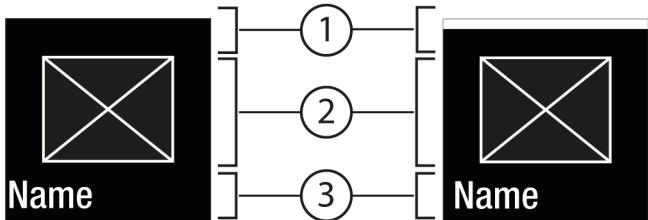
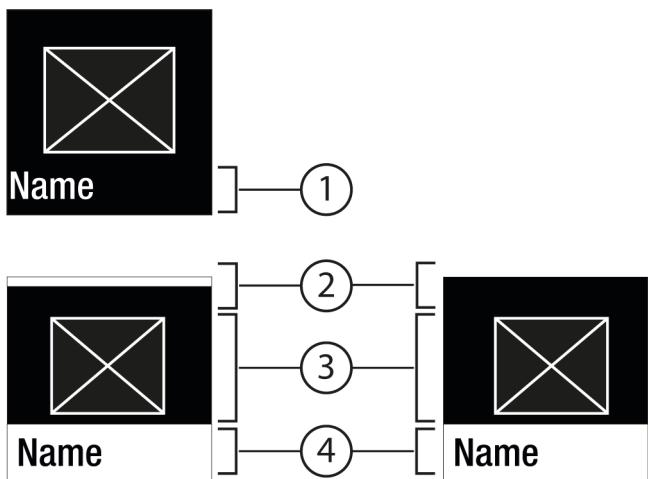

Fig. 6
Fig. 7
- Натиснувши Підтверджити Fig. 5 (2) викликати підменю Fig. 7 (4).
- Налаштувати нове значення: Натиснувши Підтверджити Fig. 5 (2) вибрати деактивоване значення Fig. 6 (1).
- Назад в меню: Натиснувши Підтверджити Fig. 5 (2) вибрати вже активоване значення Fig. 6 (2).
- ▷ Статус: активовано Fig. 6 (1) з'являється скоро в підменю Fig. 7 (4).